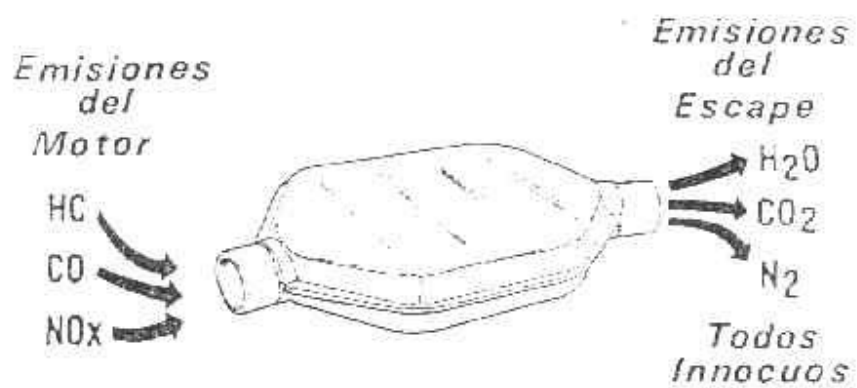

Figura 4.29.- Convertidor Catalítico
Las reacciones con HC y CO son oxidados eficientemente cuando las gases de escape contienen exceso de oxígeno (Escape Pobre). Mientras que las reacciones con NOx son reducidos eficientemente cuando hay deficiencia de oxígeno (Escape rico). El catalizador provoca las reacciones que oxidan los hidrocarburos (HC) y monóxido de carbono (CO), convirtiéndolos en vapor de agua (H₂O) y dióxido de carbono (CO₂), mientras reduce los óxidos de nitrógeno en nitrógeno (N₂) como se aprecia en la figura 4.29.